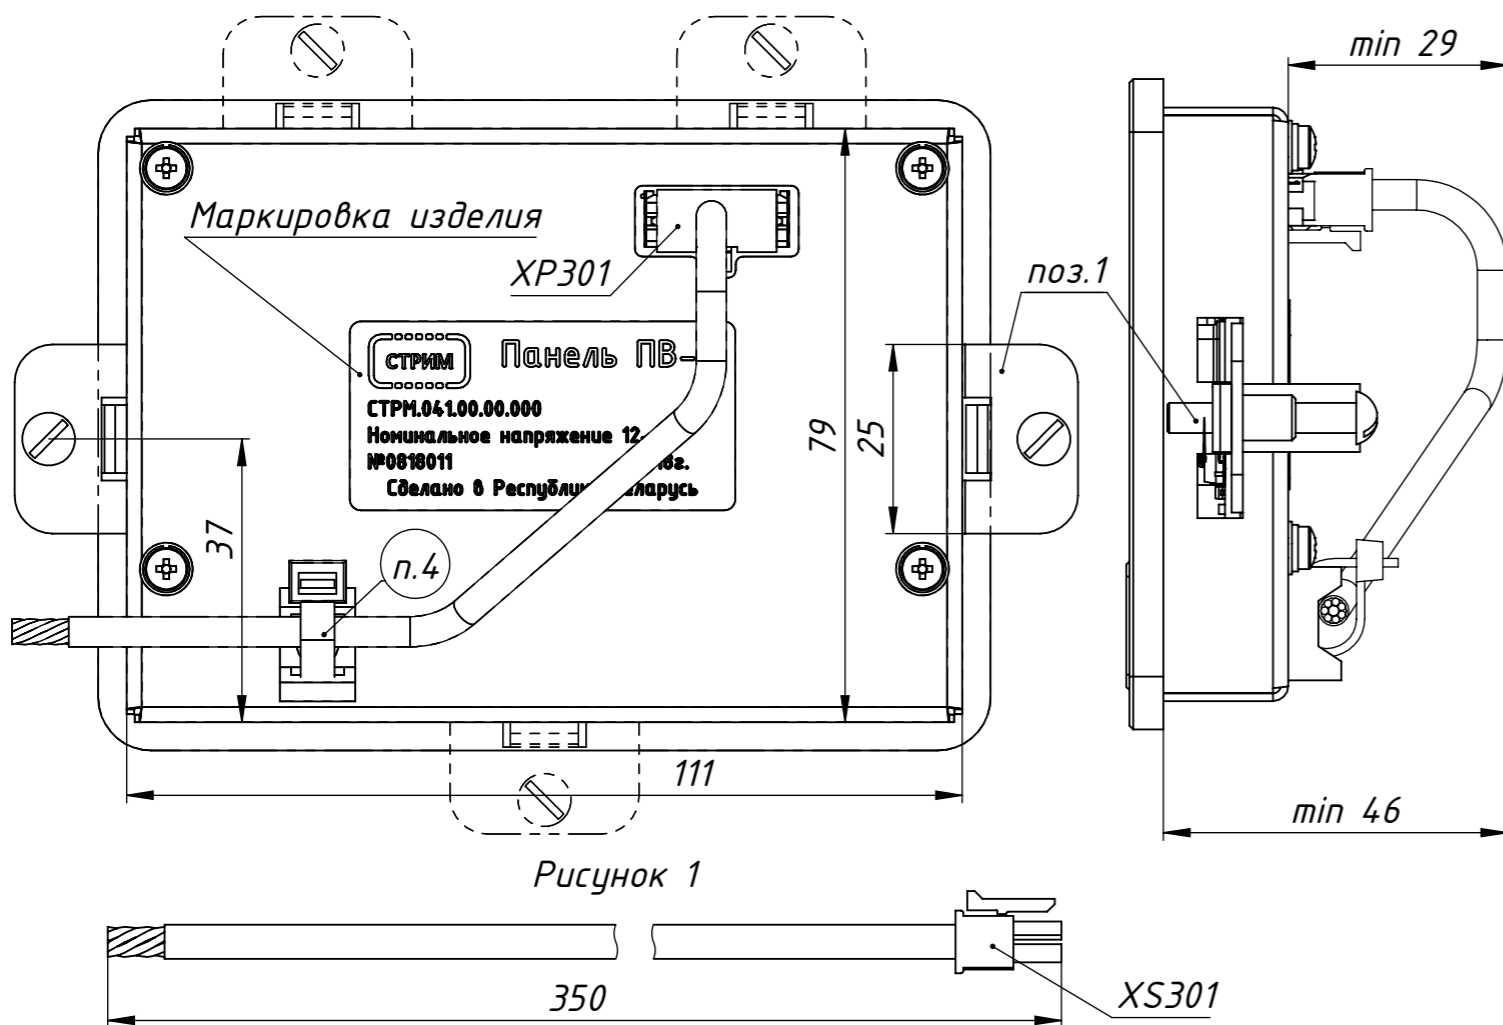

Рисунок 1
3. Возможно применение Жгута переходного СТРМ.041.88.00.000 или СТРМ.041.88.00.000-01 «Рисунок1» по отдельному согласованию с заказчиком.